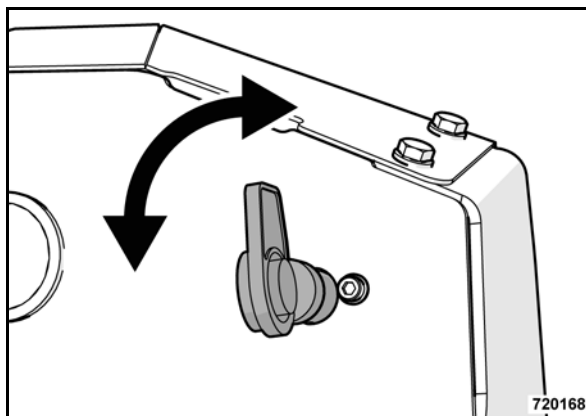

Рис. 50
- Выключить выключатель аккумуляторной батареи (Рис. 50) (положение "Горизонтально") и вынуть его.